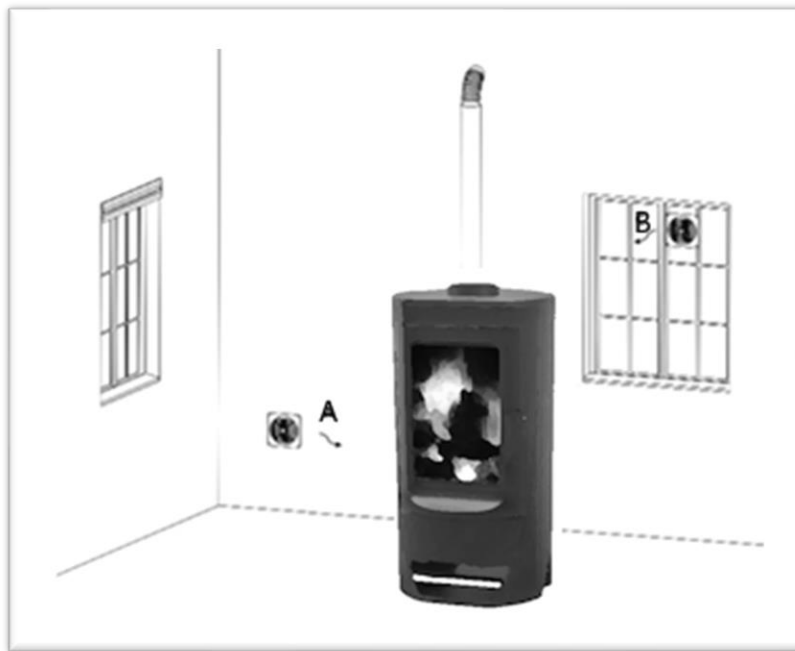

Abbildung 1
1. Der Aufstellungsraum des Ofens muss ausreichend belüftet sein, da der Ofen die für die Verbrennung und Heizung benötigte Luftmenge ansaugt. Sind keine Fenster vorhanden oder sind Fenster und Türen dicht geschlossen oder sind Geräte wie eine Dunstabzugshaube vorhanden, muss die Luftzufuhr von außen erfolgen. Hierzu können Gitter wie in Abbildung 1 (A und B) verwendet werden.